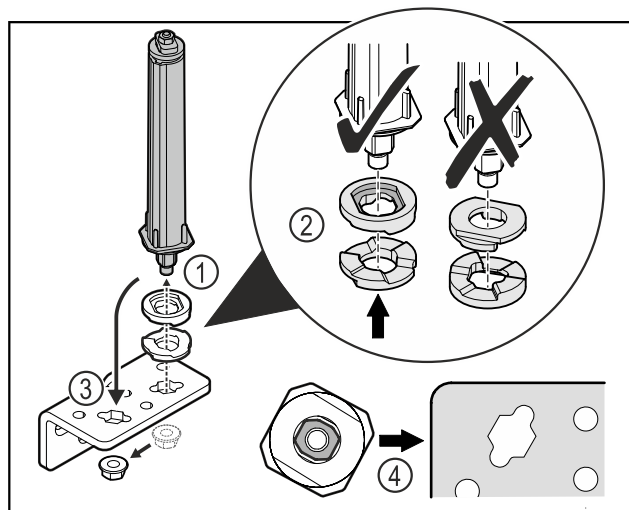

Fig. 28
- Svitare il dado e rimuovere il sistema di chiusura della porta Fig. 28 (1).
- Assicurarsi che le rondelle per la regolazione dell'altezza siano rivolte nel verso giusto Fig. 28 (2).
- Spostare il sistema di chiusura della porta nella cerniera angolare e fissarlo con il dado Fig. 28 (3).
- Durante l'inserimento del sistema di chiusura della porta assicurarsi che sia rivolto nel verso giusto Fig. 28 (4).